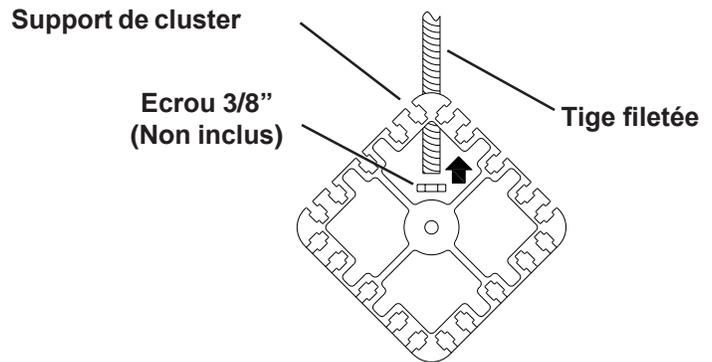

Figure 7b:
2. Mettre un frein filet non permanent comme de la Loctite 242, sur la tige filetée 3/8" et enfiler l'écrou sur la tige filetée jusqu'à ce qu'il touche le support de cluster (Figure 7b). Vérifier que tous les filetages de l'écrou sont pris sur la tige filetée..